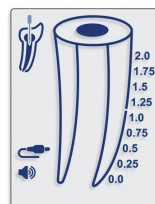

Fig. 4
5.4.7. Enchufe el cable de medición en el dispositivo y compruebe que aparezca en pantalla el icono del cable (Fig. 4).